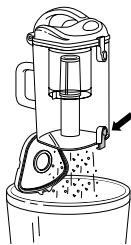

Fig. 19
- 2 Sustenga el recipiente de la tierra sobre un cesto de basura y presione el botón para abrir la tapa de abajo. **(Fig. 19)** Golpéelo suavemente para vaciar su contenido. Cierre nuevamente la tapa hasta que se trabo.